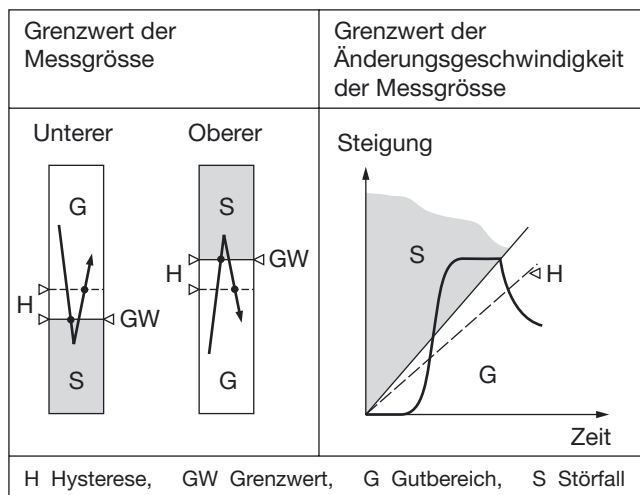

Bild 3. Schaltverhalten, je nach Grenzwert-Typ.
– zur Überwachung der Messgröße als unterer oder oberer Wert zwischen -10 und +110%² (siehe Bild 3, links)
zwischen ± 1 und $\pm 50\%/s^2$ (siehe Bild 3, rechts)